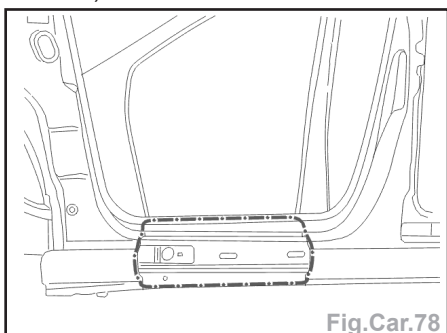

Fig.Car.78
- Préparer les bords d'accostage (Fig.Car.78).